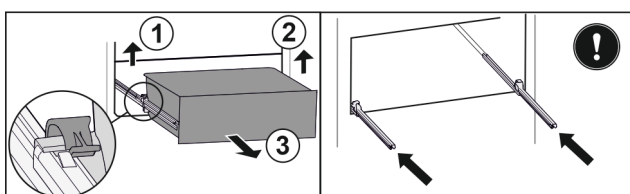

Fig. 83
- ▶ Linke Klemme anheben und gleichzeitig Schubfach links nach vorne ziehen. Fig. 83 (1)
- ▶ Rechte Klemme anheben und gleichzeitig Schubfach rechts nach vorne ziehen. Fig. 83 (2)
- ▶ Schubfach nach vorne entnehmen. Fig. 83 (3)